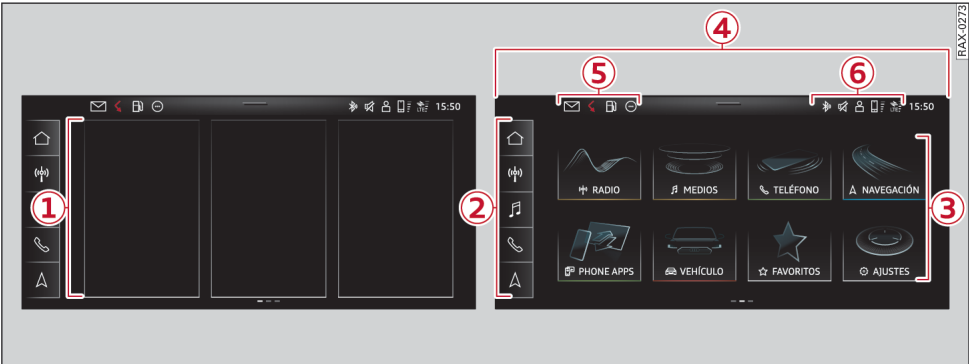

Fig. 14 MMI: Pantalla central
En la pantalla central se pueden visualizar notificaciones del sistema Audi y de las aplicaciones Audi connect. Pasado cierto tiempo se ocultan y aparece un símbolo correspondiente en la barra de estado ⑤ ⇒ *pág. 30, fig. 14*. En la central de notificaciones se pueden ver estas notificaciones